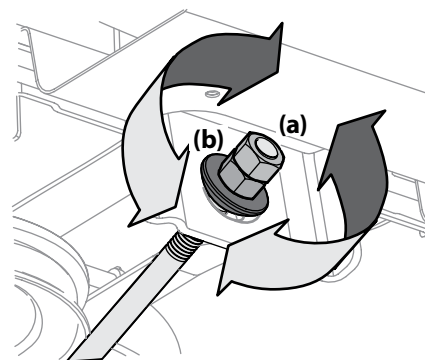

Figura 4-8
5. Para *eleva*r el frente de la plataforma, extraiga la tapa de extremo, afloje la tuerca exterior (a) y apriete (rosca hacia adentro) la tuerca interior (b) contra la ménsula de suspensión delantera. Consulte la Figura 4-8. Una vez alcanzado el ajuste adecuado n, vuelva a ajustar la tuerca exterior (a) y vuelva a colocar la tapa de extremo.
6. Para *baja*r el frente de la plataforma, extraiga la tapa de extremo, afloje la tuerca exterior (a) y afloje (rosca hacia afuera) la tuerca interior (b) alejándola de la ménsula de suspensión delantera. Consulte la Figura 4-8. Una vez alcanzado el ajuste adecuado, vuelva a ajustar la tuerca exterior (a) y vuelva a colocar la tapa de extremo.